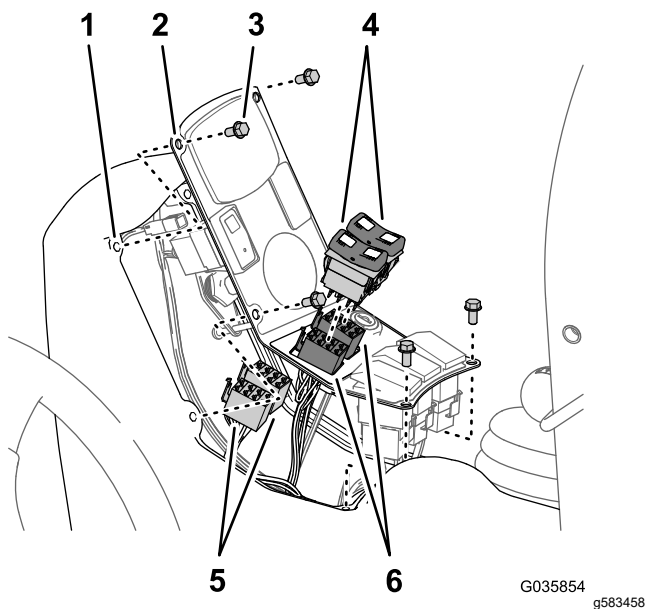
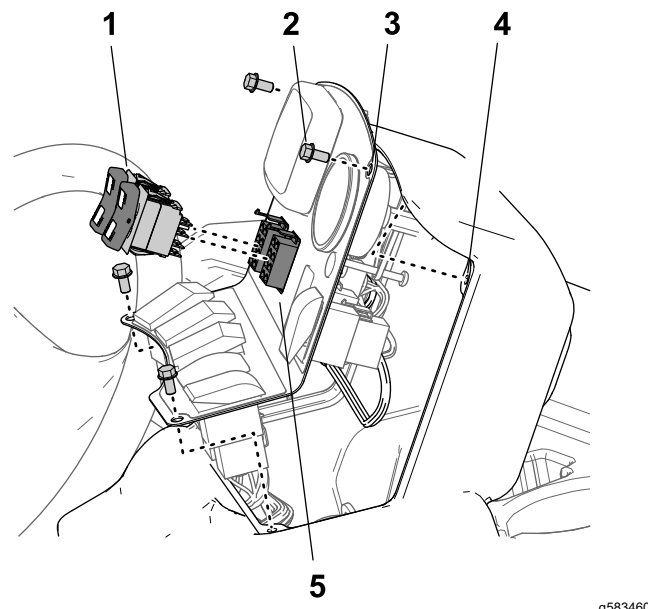

Figure 24
Figure 25
1. Retirez les 4 boulons à embase ($\frac{1}{4}$ " x $\frac{1}{2}$ ") qui fixent le panneau de commande à la console centrale, et soulevez le panneau (Figure 24 ou Figure 15).
- Débranchez les connecteurs à 8 douilles du faisceau de la machine des interrupteurs de levage de rampe (Figure 24 ou Figure 25).
- Branchez les interrupteurs à bascule sur les connecteurs à 8 douilles du faisceau du kit de finition pour rampes soniques (Figure 24 ou Figure 25).
- Alignez les trous du panneau de commande sur le cadre de la console (Figure 24 ou Figure 25).
(Figure 24 ou Figure 25) que vous avez retirés à l'opération 1.